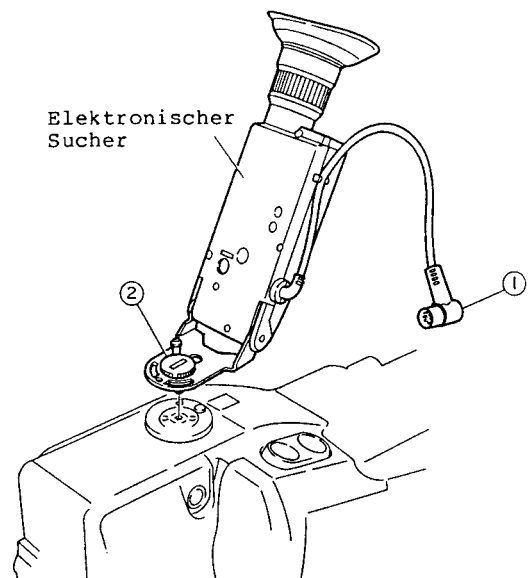

Abb. 2-2
1. Den Stecker CN806 abziehen (siehe Abb. 2-2).
2. Eine (1) Befestigungsschraube des elektronischen Suchers entfernen.
2. Den elektronischen Sucher (EVF) ausbauen (siehe Abb. 2-2).
2. Den elektronischen Sucher (EVF) abnehmen (siehe Abb. 2-2).